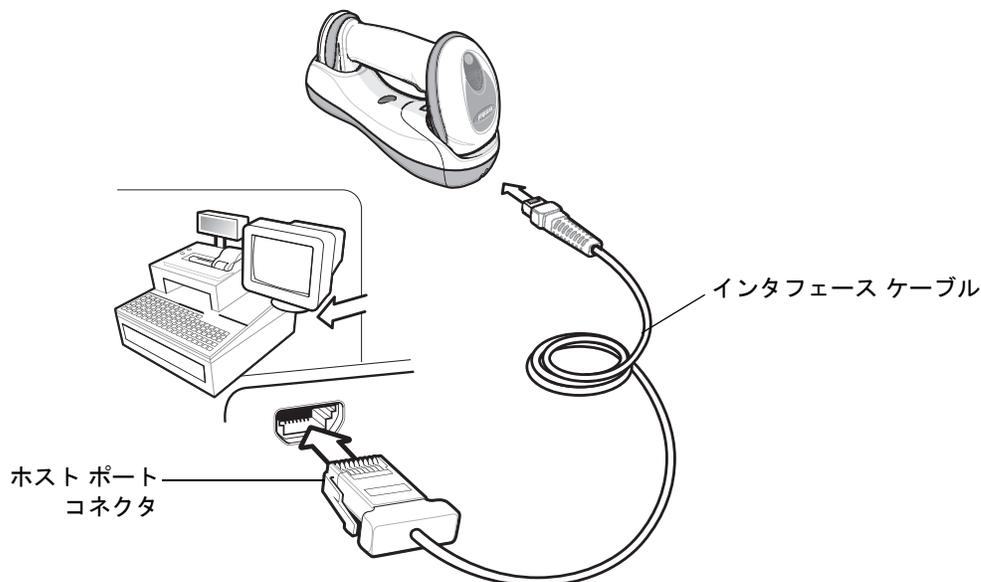

図 10-1 IBM 直接接続
- ✓ **注** インタフェース ケーブルは構成によって異なります。図 10-1 に示したコネクタは一例です。実際には、別のコネクタが使用される場合もありますが、クレードルの接続手順は同じです。